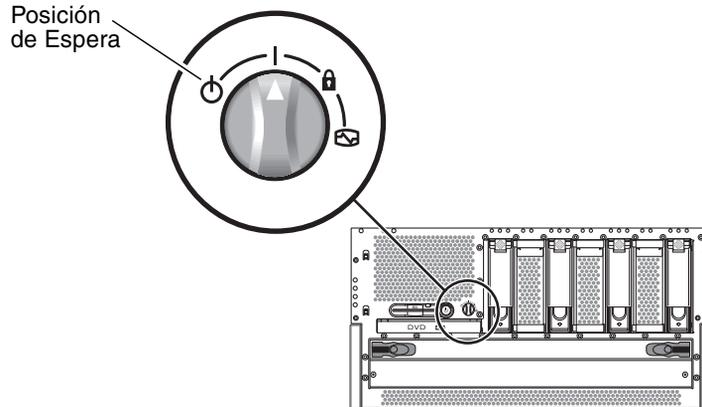

FIGURA 4-20 Colocación del conmutador giratorio en la posición de Espera
2. Gire el conmutador hasta la posición de Espera (FIGURA 4-20).